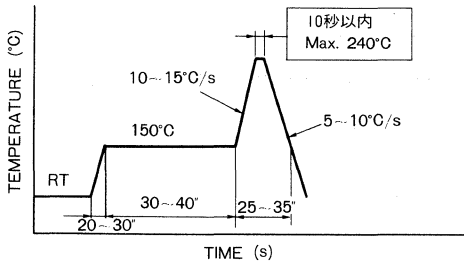

Fig. 16
1) ハンダリフロー法による場合、Fig. 16 に示す温度プロフィールを目安としてご使用願います。
1) When you use solder reflow method, use the temperature profile shown in Fig. 16 as a guideline.